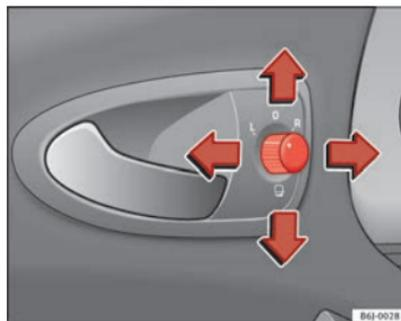

Fig. 70 Comando dos retrovisores exteriores
1. Rodar o botão giratório ⇒ Fig. 70 para a posição **L** (espelho retrovisor esquerdo).
- Rodar o comando ⇒ Fig. 70 até à posição  para rebater os retrovisores exteriores. Para evitar danos no veículo, deve recolher os retrovisores exteriores sempre que o veículo entre num túnel de lavagem automática.